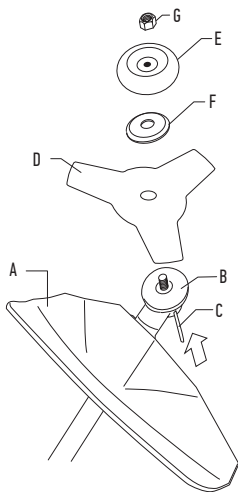

Fig. 4
- ▶ Scoateți extensia garniturii de tuns (Fig. 4).
- ▶ Montați discul de acționare (B) pe arborele de ieșire.
- ▶ Introduceți un știft de blocare (C) în orificiu pentru a bloca arborele.
- ▶ Montați lama (D) și flanșa de sprijin (F) pe arborele de ieșire.
- ▶ Montați cupa de sprijin (E).